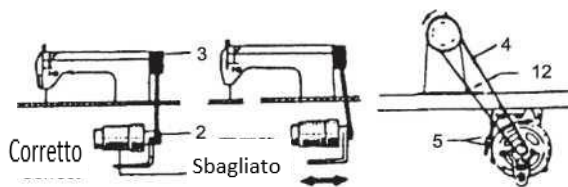

Figura 4
##### (4) Installazione del motore (vedi Figura 4)
① Ruotare il motore 1 da un lato all'altro in modo che il volantino 3 sia in linea con la puleggia motore 2.
② Come regolare la direzione di marcia: Vista dall'esterno del volantino, la direzione di marcia dev'essere in senso antiorario
⑤ Come regolare la tensione della cinghia 4.
Allentare il dado 5 e girare il motore in modo che la tensione della cinghia possa essere regolata. Se si preme la cinghia con le dita e si piega a 12-20 mm come mostrato in Figura 4, la tensione è considerata ideale